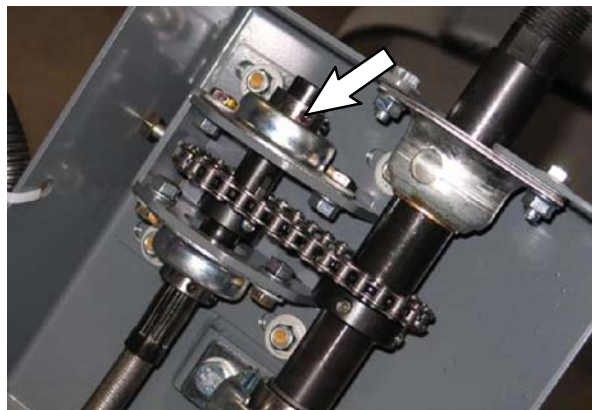
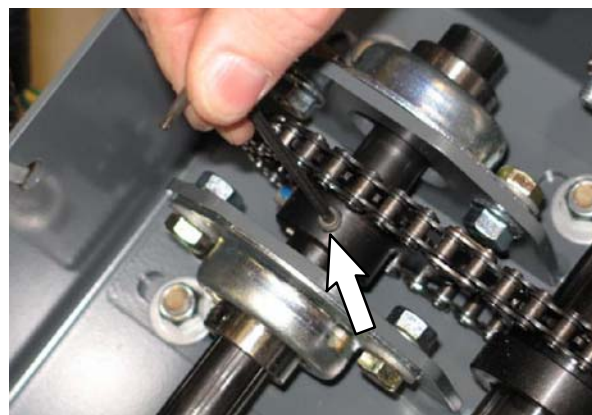
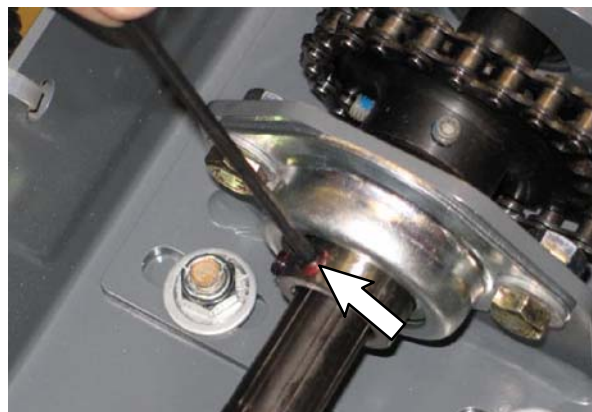

FIG. 21
FIG. 22
FIG. 23
19. Desserrez les six vis de réglage de la bride de palier supérieur, du pignon de direction et de la bride de palier inférieur. (Fig. 21 / Fig. 22 / Fig. 23)